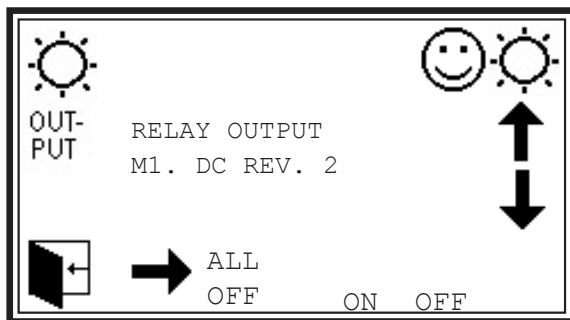

Bild 1
3. Rechten Pfeil drücken (Bild 1)